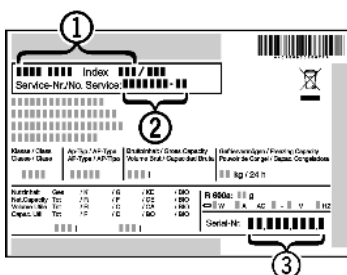

Fig. 11
▶ Z typového štítku odčítajte označenie zariadenia Fig. 11 (1), servisné č. Fig. 11 (2) a sériové č. Fig. 11 (3). Typový štítek je na ľavej vnútornej strane zariadenia.
- ▶ Upovedomte zákaznícky servis a oznámte chybu, označenie zariadenia Fig. 11 (1), servisné č. Fig. 11 (2) a sériové č. Fig. 11 (3).